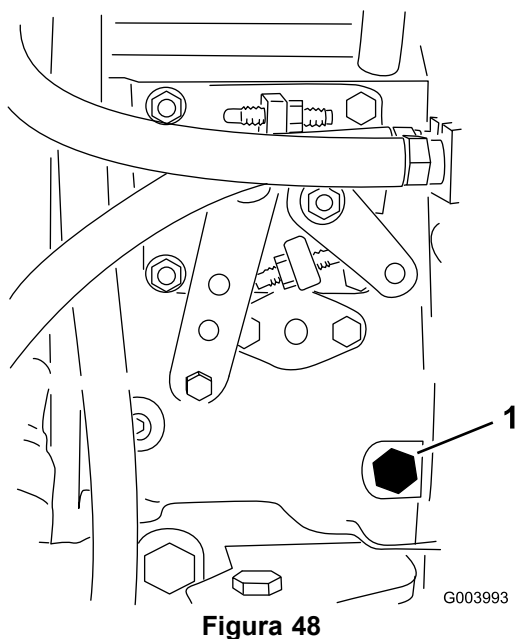

Figura 48
3. Desaperte o parafuso de drenagem que se encontra na bomba de injeção de combustível (Figura 48) com uma chave de 12 mm.